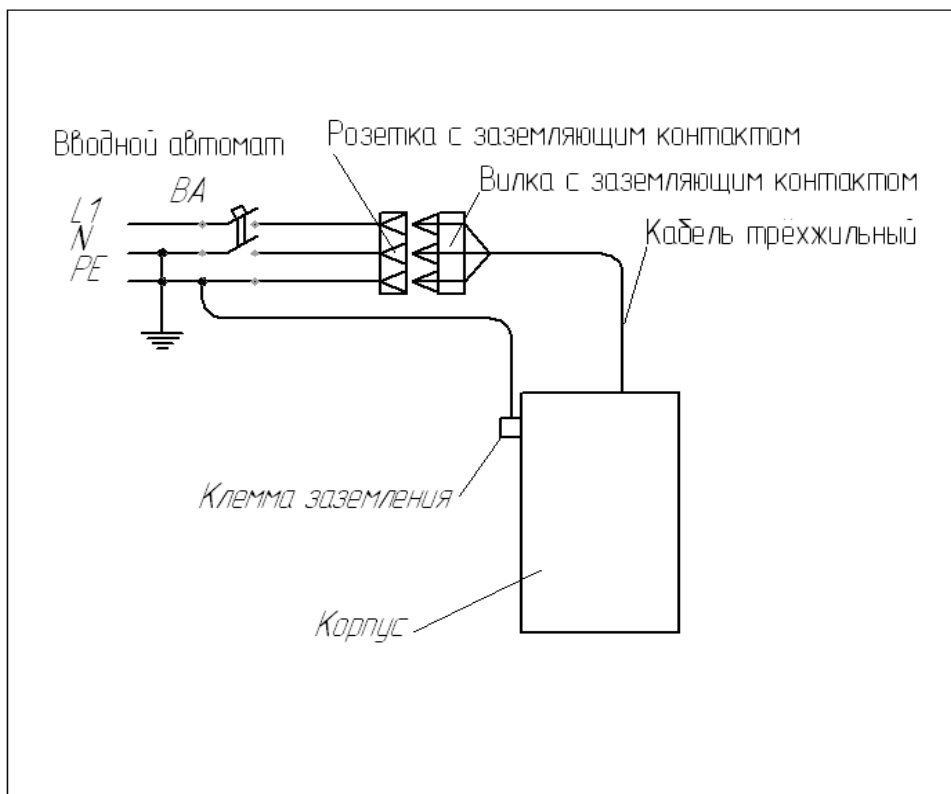
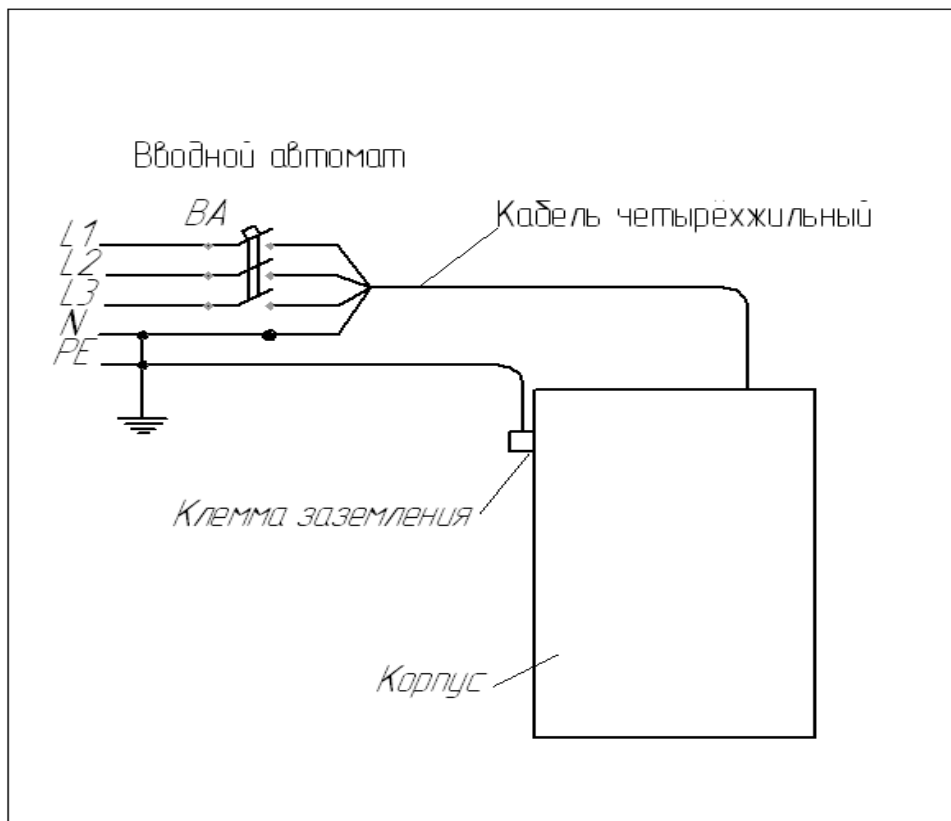

Рисунок 5. Схема подключения внешних цепей аквадистиллятора Liston A 1104 к питающей сети ~220 В.
Рисунок 6. Схема подключения внешних цепей аквадистиллятора Liston A 1110, Liston A 1125 к питающей сети ~380 В.
6.20. Перед подключением к сети, убедитесь, что ее напряжение и мощность соответствуют параметрам, указанным на аквадистилляторе. Сеть должна быть оснащена автоматическим выключателем в соответствии с мощностью аквадистиллятора на ток 20 А (для Liston A 1104), 40 А (для Liston A 1110), 100 А (для Liston A 1125). Подключение аквадистиллятора к сети производится с помощью вводного автоматического выключателя питающей сети (Рисунок 5, Рисунок 6), устанавливаемого потребителем и предназначенного для защиты от перегрузок и коротких замыканий электрических цепей напряжением 380 В переменного тока, оперативных включений и отключений указанных цепей.
6.21. Подключить клемму заземления аквадистиллятора к магистрали защитного заземления медным гибким проводом сечением не менее  $6 \text{ мм}^2$ . Произвести подключение внешних электрических цепей к питающей сети в соответствии с Рисунок 5 или Рисунок 6.